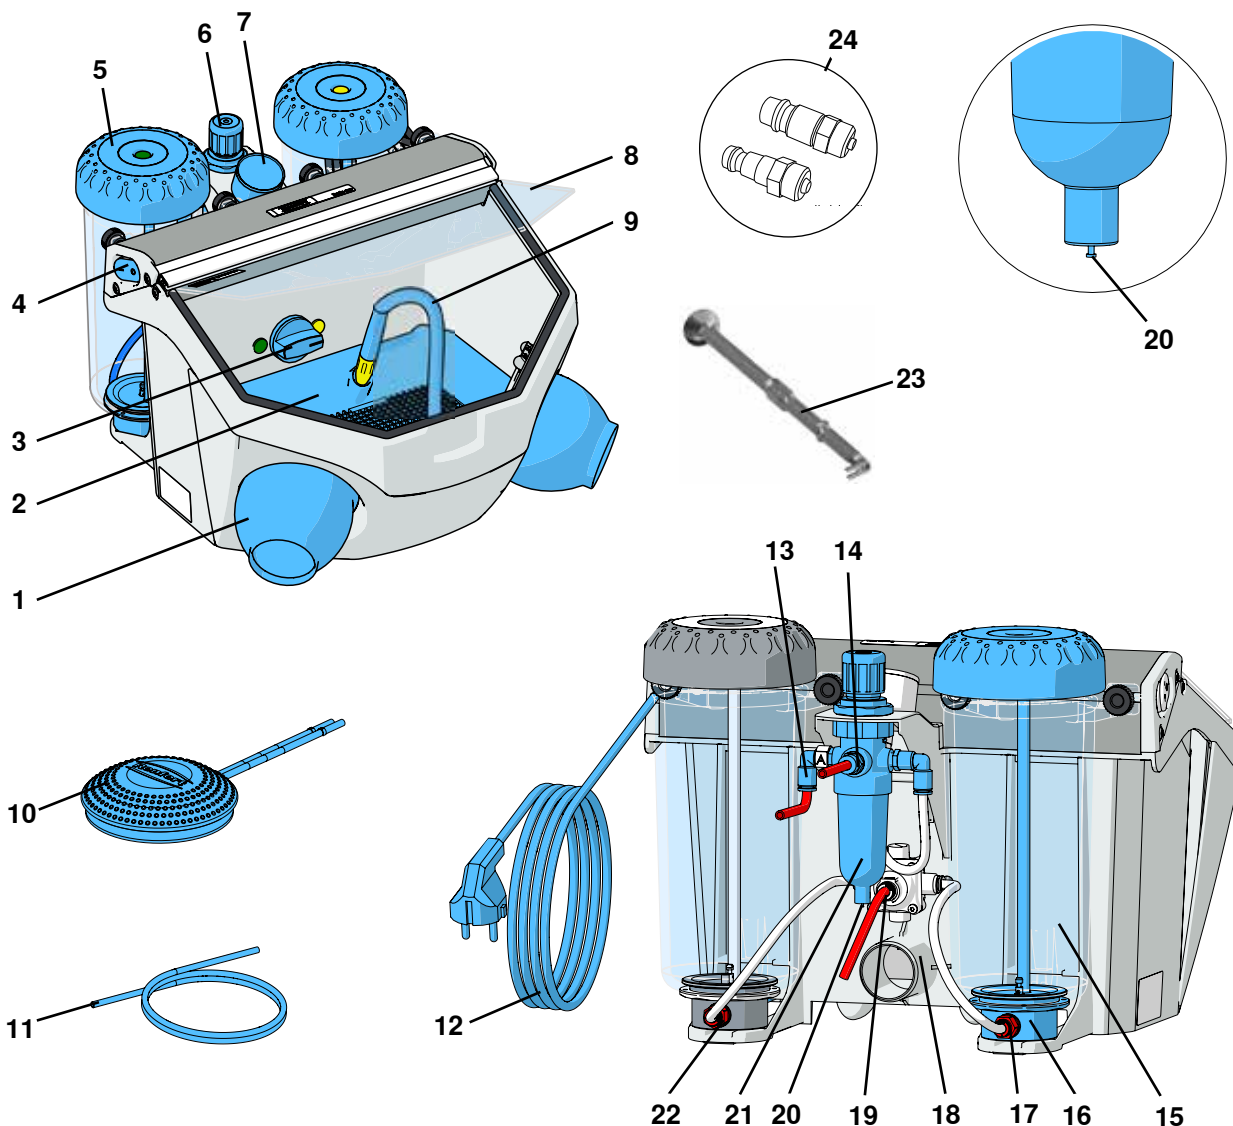

図 1
- ⇒ 電源コード（12、図1）を延ばします。
- ⇒ フットスイッチの電源を入れてください(10, 図1)。